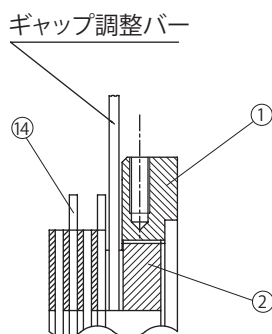

図 8-42
フィールド④側から見て左に回すとギャップが狭くなります。(図 8-42 参照)
- (4) アウターディスク⑭とセンターリング①の間には、取付ボルト③と固定ボルト⑪が交互に6本ずつ通っているため、ギャップ調整バーを回していくとそれらのボルトに当たります。ギャップ調整ネジ②には8等配の溝があり、ギャップ調整バーがボルトに当たるごとに(3)を繰り返して、ギャップ G を規定値に調整します。
- (5) ストッパー⑯を、規定ギャップに最も近い溝とネジ穴の点を選び取り付けてください。
- (6) ブレーキの手動解放を元の状態に復帰させた後、電源を入・切してブレーキ動作を確認してください。
- (7) ブレーキカバー㉒、Vリング㉓、ファン⑦、ファンセットボルト⑩、カバー⑧、屋外カバー㉑を取り付けます。この時ファンセットボルト⑩には、スリーボンド TB2365 を塗布してください。